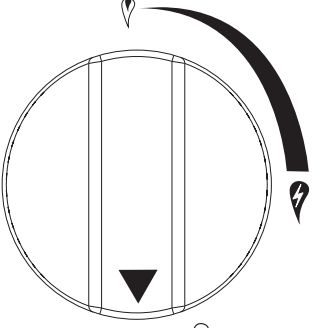

Figura 3
2. Asegúrese de que las perillas de control están en la posición "APAGADO". Vea la Figura 3.